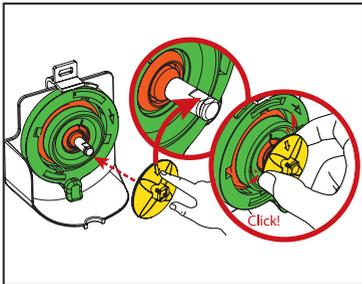

Abb. 3
2. Die Montageplatte wieder am Mischermotor und an der Welle einsetzen. Sicherstellen, dass der Pfeil am Aufschaumer zur glatten Fläche an der Welle zeigt. Den Aufschaumer auf die Welle drücken, bis er hörbar einrastet (siehe Abbildung 3).